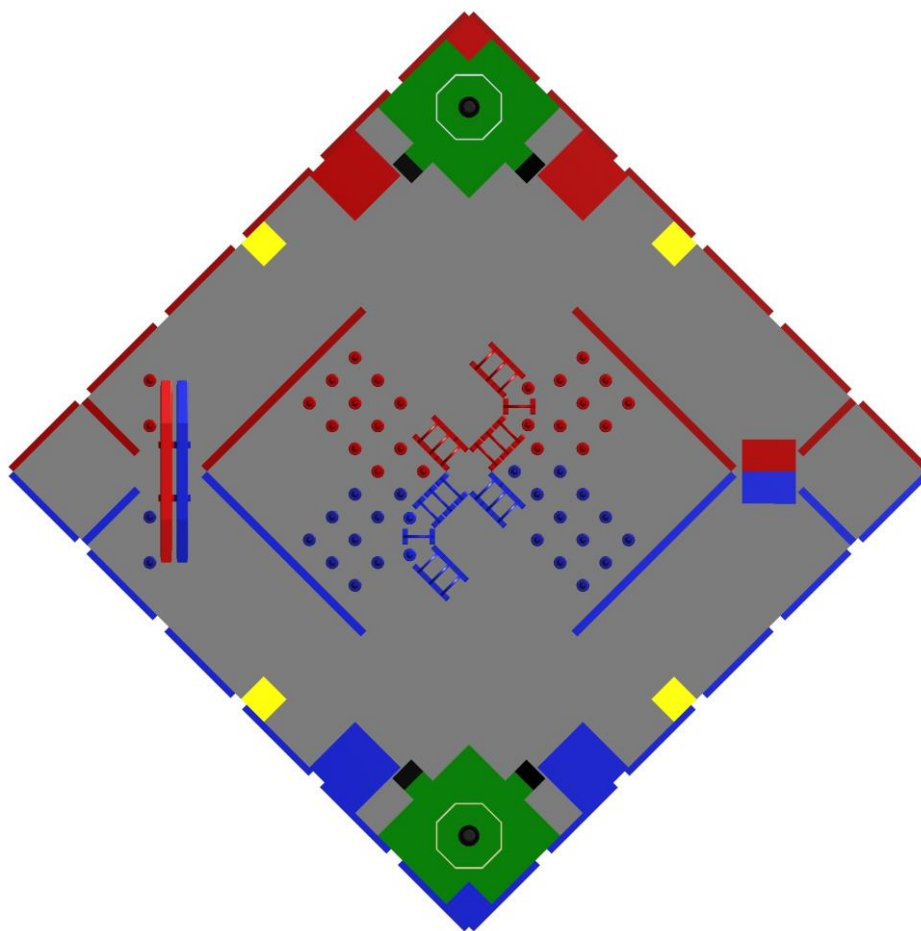

图 1 比赛场地图
比赛场地为 $12000\text{mm} \times 12000\text{mm}$ 的正方形区域，周围用 $120\text{mm} \times 120\text{mm} \times 1750\text{mm}$ 的隔离条作为围栏。场地详细尺寸见《场地及道具设计图册》中图 1，场地三维图见图 2，隔离条围栏详细尺寸见图 3。
赛场地面用 $600\text{mm} \times 600\text{mm} \times 12\text{mm}$ 的爬行垫铺设，颜色见图 1，爬行垫具体尺寸见图 4。场地主要由高地和防区组成。
高地与场地表面通过 2 块 500mm 长、 320mm 宽的橡胶斜坡（ $13\text{kg} \pm 0.4\text{kg}$ ）和 2 块 $500\text{mm} \times 300\text{mm} \times 135\text{mm}$ 的桥墩连接，尺寸见图 5。斜坡、桥墩与高地的相对位置示于图 1。机器人可以通过斜坡和桥墩上、下高地。比赛开始前，两块桥墩已经填充了斜坡与高地的间隙，但不固定在场地表面。防守的机器人可以移走斜坡与高地之间的桥墩，阻止对方的机器人登上高地；进攻的机器人可以用桥墩填充斜坡与高地的间隙，以便登上高地进攻对方的堡垒。
两队的防区由四种通道相连，如图 1 所示，是双方机器人进入对方防区的通路。两队可以根据机器人的特点和比赛策略自由选择通道。
(3) 涵洞：由一组塑料拱门连接而成，拱门分布及整体尺寸见图 1，拱门尺寸见图 9。